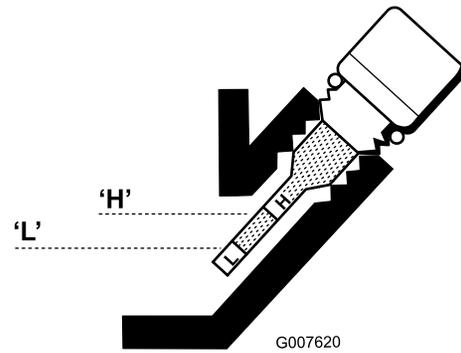

Bild 30
6. Füllen Sie bei niedrigem Ölstand genug Öl ein, sodass der Stand zwischen den H- und L-Markierungen am Peilstab liegt (Bild 30). Prüfen Sie den Ölstand.